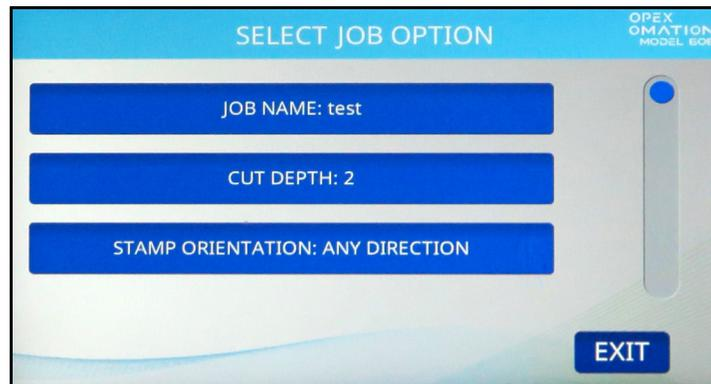

Abbildung 6-9: Select Job Option (Auftragsoption auswählen)
4. Es erscheint der Bildschirm **Select Job Option (Auftragsoption auswählen)** (Abbildung 6-9). Dieser enthält standardmäßig drei Parameter, die im Folgenden beschrieben werden. Wenn Sie auf einen Parameter drücken, wird ein eigener Bildschirm für den betreffenden Parameter angezeigt, in dem Sie diesen ändern können.